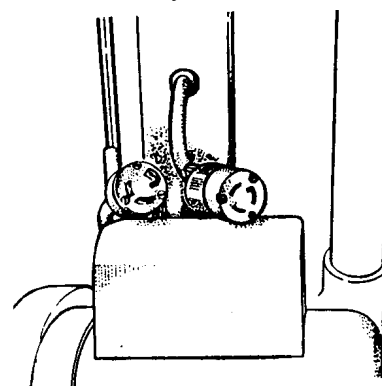

Рисунок 7
5. Соедините гибкий вывод рукоятки со шнуром двигателя. Выровняйте штифт в основании, вставьте и поверните. См. рис. 7.